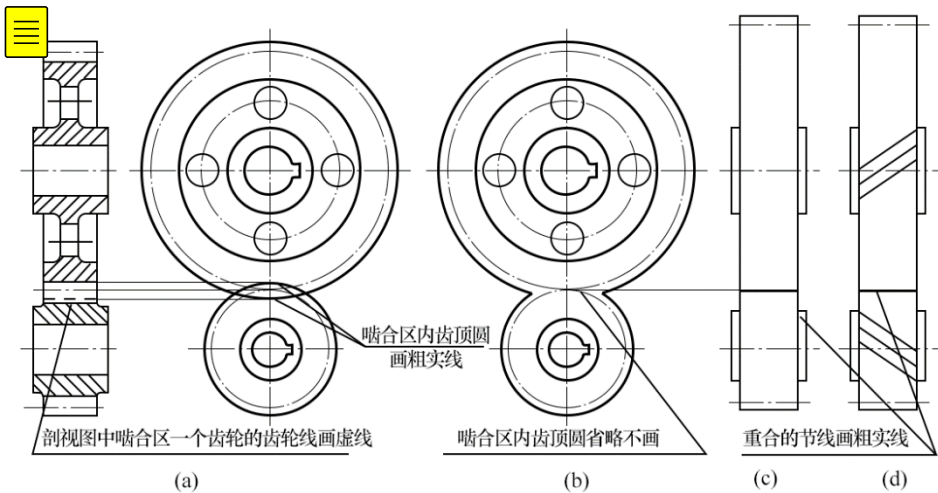

图 5-12 啮合齿轮的画法
两标准齿轮相互啮合时，它们的分度圆相切，此时分度圆又称节圆。一般可采用两个视图，如图 5-12 所示为啮合齿轮的画法
- 1. 在反映为圆的视图中，啮合区内的齿顶圆均用粗实线绘制，也可省略不画，如图 5-12（b）所示，相切的两节圆用细点画线画出，两齿根圆省略不画。
- 2. 在剖视图中，两条齿根线都用粗实线画出，两条齿顶线，其中一条用粗实线绘制，而另一条用虚线或省略不画，如图 5-12（a）所示。